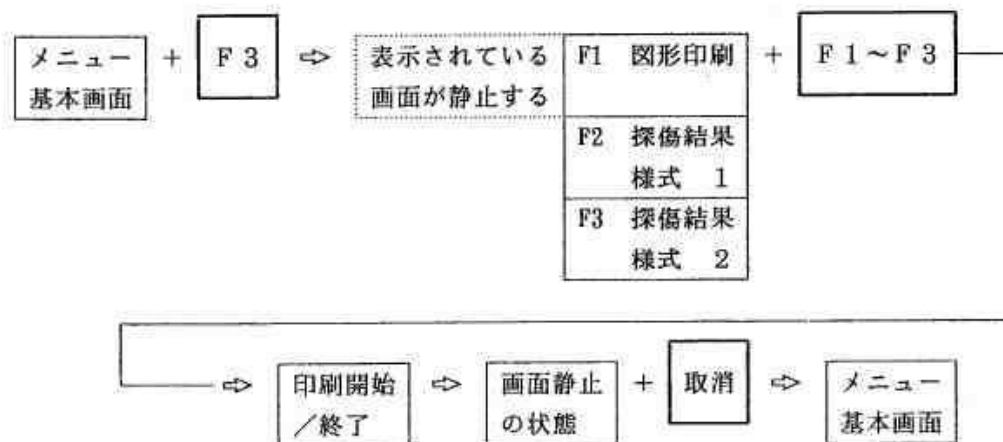

図 6.2.19 表示器上の図形印刷の方法
- ① メニュー基本画面が表示されているとき、選択キー [F 3] を1回押すと、表示器上の図形は静止し、メニューエリアには図 6.2.19 に示す選択メニューが表示されます。
- ② 印刷を必要とする印刷様式に従って、選択キー [F 1 ~ F 3] を1回押して図形印刷を選択します。表示器に表示されている探傷図形や周波数分析結果だけが印刷されます。印刷が終了すると、静止画面の状態のままになります。
- ③ 静止画面の状態を解除する時は、取消キーを1回押します。